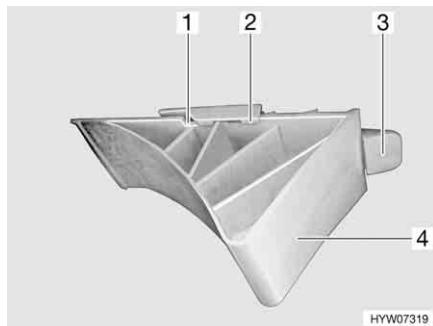

Fig. 9 Cuneo d'arresto
- Spingere il passante di sostegno (Fig. 9,3) verso l'alto.
- Tirare in avanti il cuneo d'arresto (Fig. 9,4) fino a che le fessure del cuneo d'arresto (Fig. 9,1) non coincidono con i naselli del supporto (Fig. 9,2).